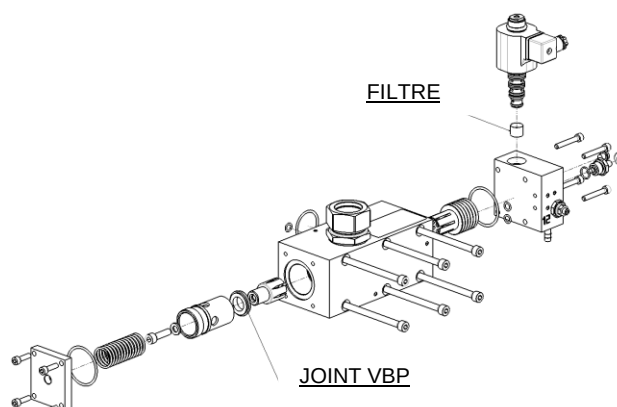

Figure 14 – Vue éclatée soupape HDU
3. Remplacer le joint de la VBP de la façon suivante (voir Figure 14) :
Effectuer le nettoyage des filtres à l'occasion d'une révision générale, ou lorsqu'il se produit des pannes. Le filtre sur l'électrovanne, et est indiqué sur la Figure 14.